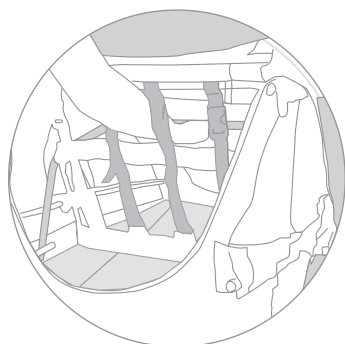

Figure 3
2. Reach through seat for rear frame tube (Figure 3).
2. Greifen Sie durch den Sitz nach dem hinteren Rahmenrohr (Abbildung 3).
2. Accédez au tube du cadre arrière par le siège (Figure 3).